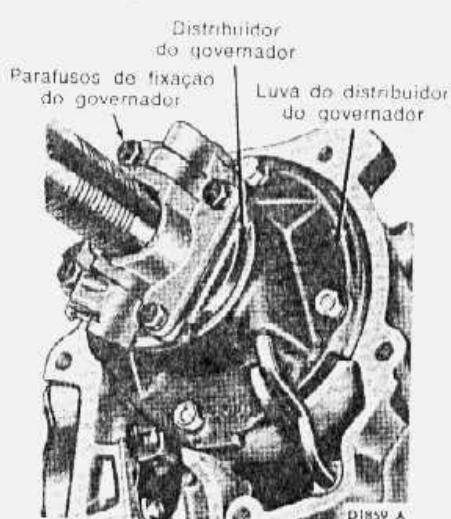

fig. 34 — governador instalado
7. Remover os parafusos de fixação da carcaça do governador ao seu distribuidor (fig. 34). Remover a carcaça do governador.
1. Instalar a carcaça do governador no distribuidor (fig. 34). Instalar e apertar os parafusos de acordo com a especificação.